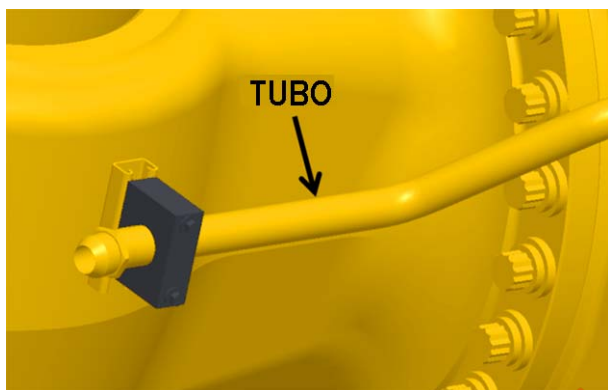

FIGURA 3-29. UBICACIONES DE LAS ABRAZADERAS
7. Afloje los elementos de la abrazadera y coloque cada abrazadera para tubo cerca de la parte superior del canal como se muestra en la Figura 3-29.